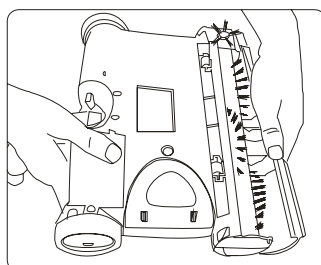

Fig. 10
3. Extraiga la cubierta transparente del cepillo. (fig. 10) (Para obtener instrucciones detalladas, refiérase a la página 5.)